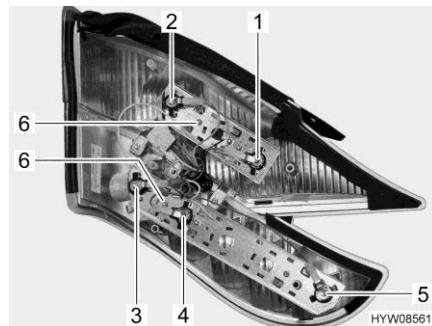

Fig. 225 Luci posteriori (lato posteri-
- Svitare le due viti Torx (Fig. 225,6) del listello di supporto interessato sul lato posteriore dell'alloggiamento.